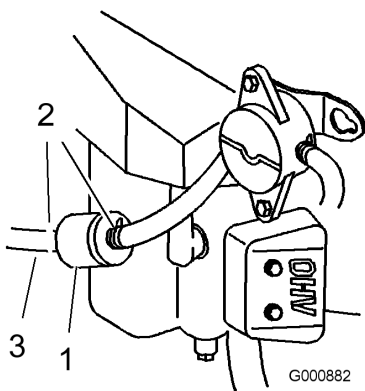

Figure 35
5. Desserrez le collier de serrage au niveau du filtre à carburant et éloignez-le du filtre en le poussant le long de la conduite d'alimentation (Figure 35).
6. Débranchez la conduite d'alimentation du filtre (Figure 35).
4. Pincez les extrémités des colliers et faites glisser ceux-ci pour les éloigner du filtre (Figure 35).
6. Posez un filtre neuf et rapprochez les colliers de fixation du filtre (Figure 35).